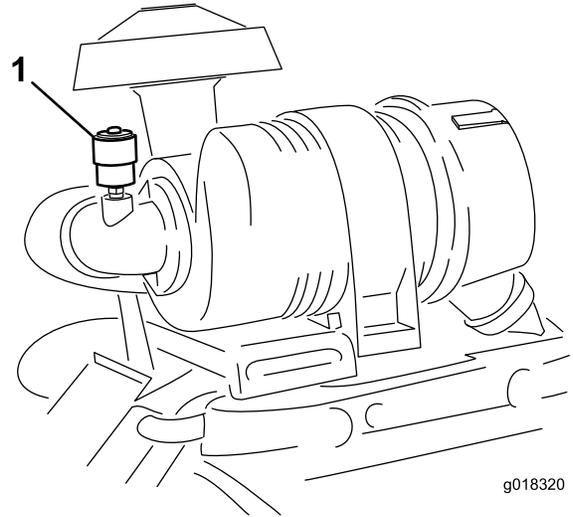

図 44
エア・クリーナの整備はインジケータ図 44 が赤色になってから行ってください。早めに整備を行っても意味がありません。むしろフィルタを外したときにエンジン内部に異物を入れてしまう危険が大きくなります。
- インジケータ図 44が赤になっている場合はリセットする。